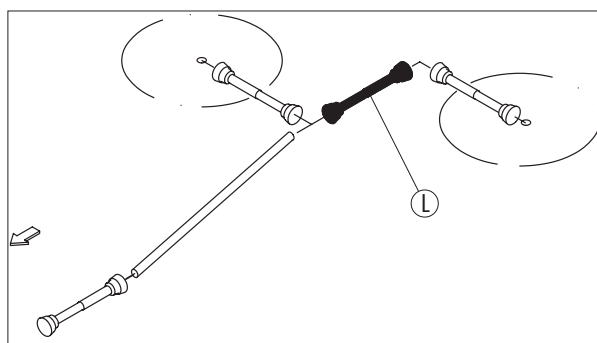

Bild 3-27
Die lange Gelenkwelle ohne Kupplung (L) zwischen den Kreiseln montieren (Bild 3-27).